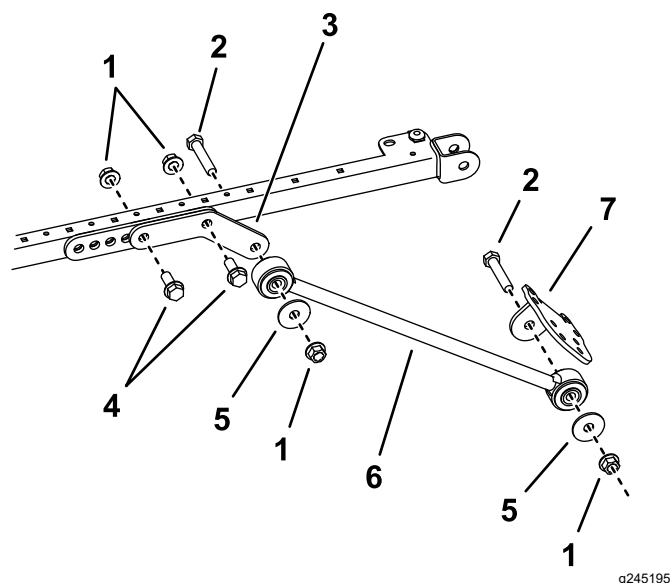

Bild 40
9. Befestigen Sie an jeder Seite des Sonnendachrahmens einen Verlängerungslenker mit zwei Schrauben ($\frac{1}{2}$ " x $1\frac{1}{2}$ " und zwei Bundmutter ($\frac{1}{2}$ " lose in den hinteren und mittleren Löchern der Befestigungshalterung, wie in Bild 40 abgebildet.
Bundmutter ($\frac{1}{2}$ " an der Außenseite jedes Verlängerungslenkers, wie in Bild 40 abgebildet.
11. Befestigen Sie eine Strebenhalterung mit einer Schraube ($\frac{1}{2}$ " x $2\frac{1}{2}$ "), einer Scheibe ($\frac{1}{2}$ " und einer Bundmutter ($\frac{1}{2}$ " an jeder Strebe, wie in Bild 40 abgebildet.